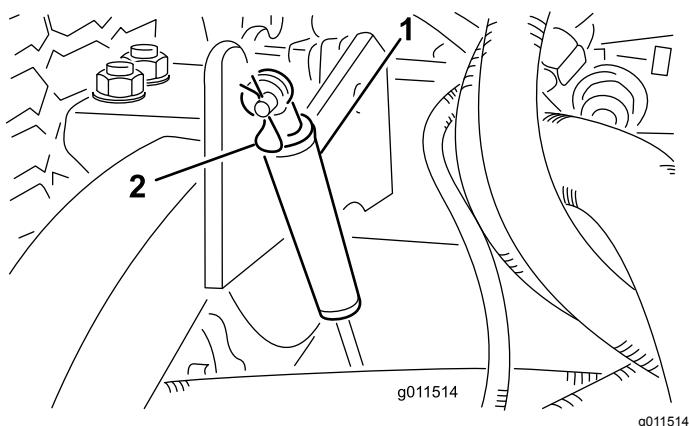

Figura 107
2. Retire o contrapino tipo grampo que fixa os amortecedores aos braços de elevação (Figura 107).